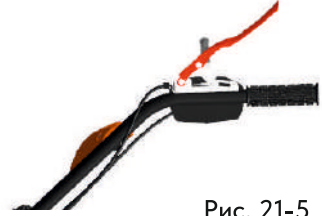

Рис. 21-5
8.3 Процесс регулировки (рис. 21-5)